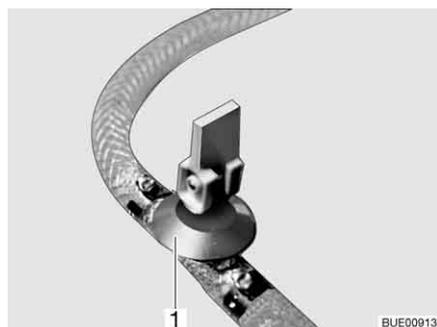
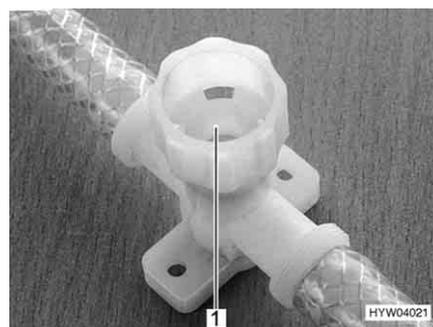

Fig. 187 Llave de desagüe (con balancín)
Fig. 188 Llave de desagüe (con tapa giratoria)
- Abrir todas las llaves de desagüe. Para esto, poner el balancín de la llave de desagüe (Fig. 187, 1) en posición vertical o girar la tapa de la llave de desagüe (Fig. 188, 1) en sentido contrario a las agujas del reloj.